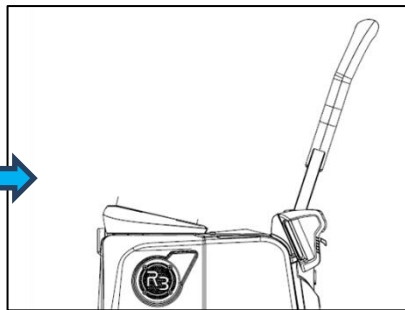

Fig. 1
- Pousser manuellement le R3 VAC : Soulevez la poignée pour lui faire quitter la position de repos comme illustré (Fig. 1). Assurez-vous que la poignée soit enclenchée dans le raccord de la barre de montage de la poignée.